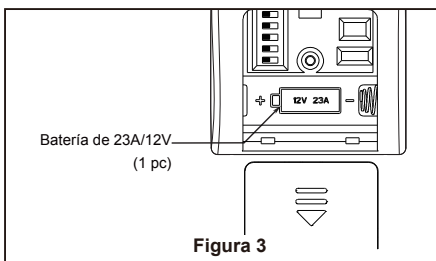

Figura 3
3. Afloje los dos tornillos de fijación del soporte del barral. Introduzca los cables de color negro y blanco de soporte para techo a través de la varilla. (Figura 3)
1. Fije bien la abrazadera para colgar a la caja de salida (no se incluye) con los tornillos y las arandelas provistas con la caja de salida. (Figura 3)
2. Deslice el receptor en el soporte de suspensión antes de realizar el cableado como se muestra en la figura 3.
3. Para que el ventilador sea funcional, instale las pila (incluidas) de 23A/12V en el transmisor del mando a distancia. Mientras el ventilador esté apagado. A continuación, siga el proceso de fijación remota de código. Si no se utiliza el ventilador durante un largo periodo de tiempo, extraiga la batería para evitar cualquier daño al transmisor. Almacene el mando a distancia en un lugar alejado del calor o la humedad excesiva. (Figura 3)